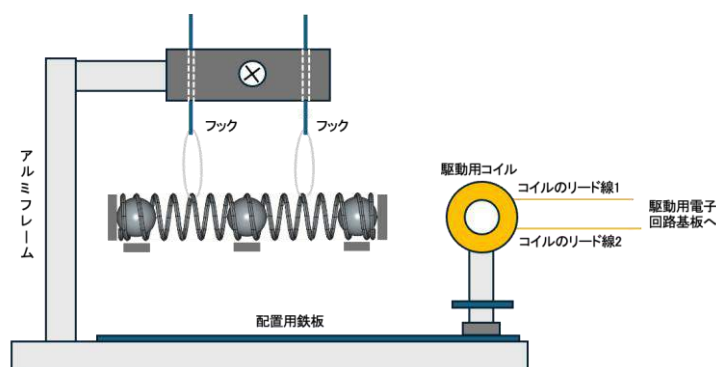

図 3-21. モード C を励起するコイルの配置
- (1) 図 3-21 は、分子模型のモード C を励起するコイルの向きを示している。図のように、ホール素子 1 がコイルの後ろに隠れる向き（上から見て反時計回り）にコイルを 90° 回し、コイルを分子軸上で分子模型との間隔が約 25 mm になるように配置しなさい。コイルの外側を通る磁束線により、分子軸に垂直な力がおもり 1 に働く。